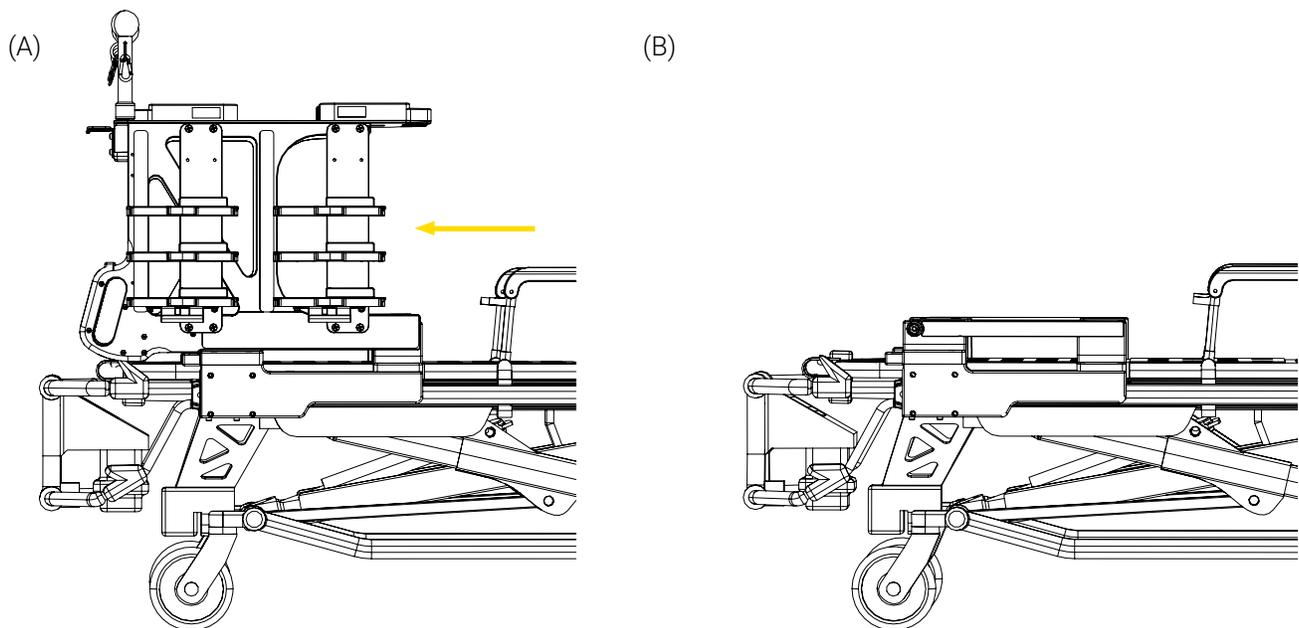

Figure 45: Retrait de la structure mobile
14. Tirer la structure mobile vers le côté pied du patient jusqu'à ce qu'elle soit retirée (Figure 45).